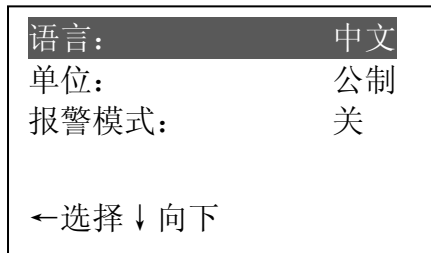

图 21
- c. 用↑或↓键选中系统设置，按←键进入（如图 21）
如果要关闭报警功能，则在图 21 的界面中选择报警模式项，按←键关闭该功能即可。当打开报警功能时，退出设置后显示屏上有▲指示。
- c. 用↑或↓键选中系统设置，按←键进入（如图 21）。
- 如果要关闭差值功能，则在图 21 的界面中选择差值模式项，按←键关闭该功能即可。
- 用 **↑** 或 **↓** 键选中系统设置，按 **←** 键进入（如图 21）。